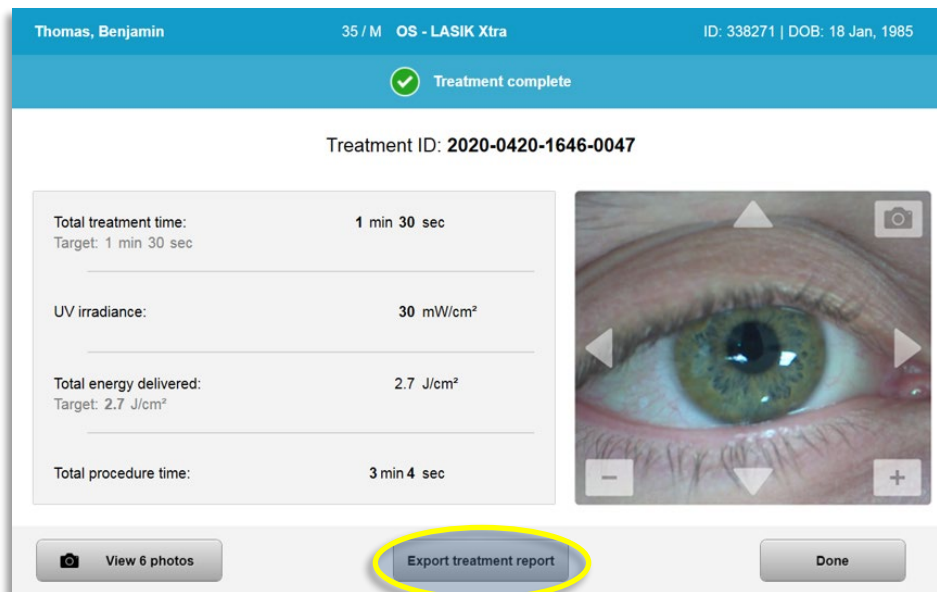

Bild 3-39. Export av behandlingsrapport
- o Välj "Exportera behandlingsrapport" (Export treatment report) som visas på bild 3-39 för att spara rapporten till ett USB-minne.